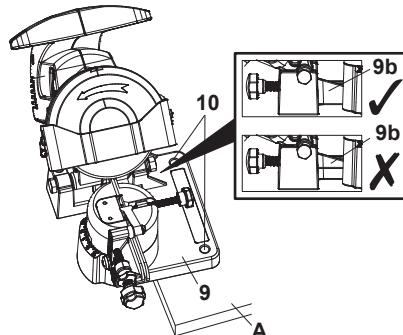

Fig. 3
1. Alinhe a placa de base (9) com a extremidade da bancada de trabalho (A) (ou uma superfície firme e nivelada similar) (Fig. 3). Tenha em atenção que o aro intermédio (9) por baixo da placa de base (9) está alinhado com a extremidade da bancada de trabalho (A).
2. Com um lápis, marque o padrão de orifícios dos dois orifícios de montagem (10) na superfície.
4. Monte a placa de base (9) na superfície da bancada de trabalho (A) com equipamento adequado (porcas e parafusos M8, não fornecidos).